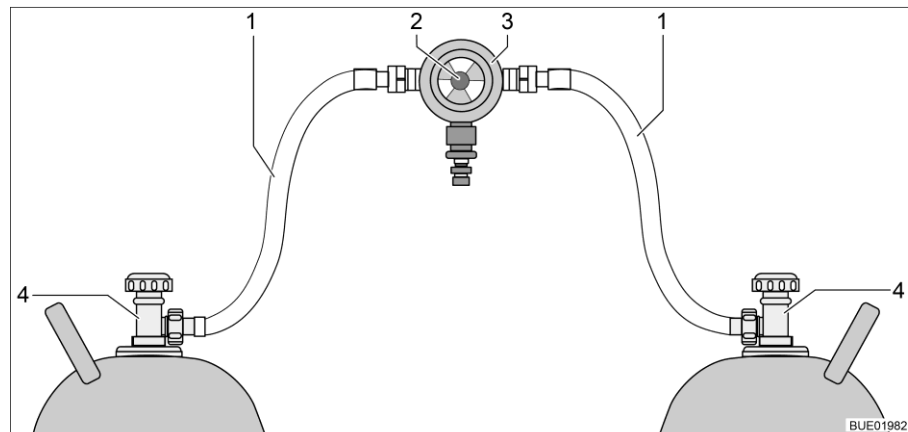
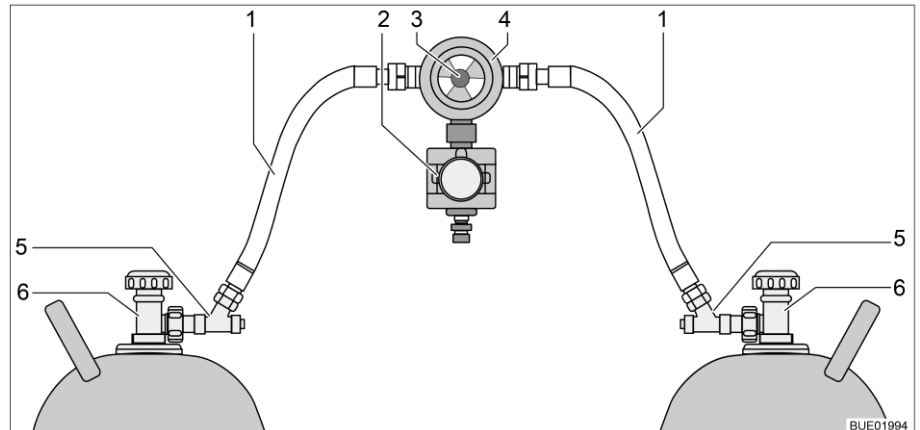

Fig. 56 Instalación de conmutación de bombonas de gas
Fig. 57 Instalación de conmutación de bombonas de gas con CPU
La instalación de conmutación de bombonas de gas consiste de un regulador de presión de gas combinado, con válvula selectora e indicador (Fig. 56,3). La instalación de conmutación de bombonas de gas está montada entre las dos gomas del gas (Fig. 56,1).
La instalación de conmutación de bombonas de gas consiste de un regulador de presión de gas combinado, con válvula selectora e indicador (Fig. 57,4) y una electroválvula (Fig. 57,2). En caso de una frenada a fondo, un accidente o una extrema posición inclinada, la electroválvula bloquea el suministro de gas al vehículo. La instalación de conmutación de bombonas de gas está montada entre las dos gomas del gas (Fig. 57,1) con dispositivos de seguridad en caso de rotura de manguera (Fig. 57,5).
Con el botón giratorio (Fig. 56,2 ó bien Fig. 57,3) en la instalación de conmutación de bombonas de gas se puede determinar cuál de las bombonas de gas se utilizará como bombona de servicio y cuál bombona de gas como bombona de reserva.
En la unidad de mando (Fig. 58) únicamente pueden conmutarse las funciones eléctricas. Las llaves de paso principales de las bombonas de gas (Fig. 56,4 ó bien Fig. 57,6) deben abrirse y cerrarse a mano.
- Abrir las llaves de paso principales en las bombonas de gas (Fig. 56,4 ó bien Fig. 57,6).
- Pulsar los dispositivos de seguridad en caso de rotura de manguera (Fig. 57,5), uno tras otro, por 10 segundos.
- Con el botón giratorio (Fig. 56,2 ó bien Fig. 57,3) en la instalación de conmutación, seleccionar la bombona de gas de la que habrá de tomarse el gas con prioridad (bombona de servicio). Girar el botón giratorio siempre hasta el tope.
- Cerrar las llaves de paso principales en las bombonas de gas (Fig. 56,4 ó Fig. 57,6).